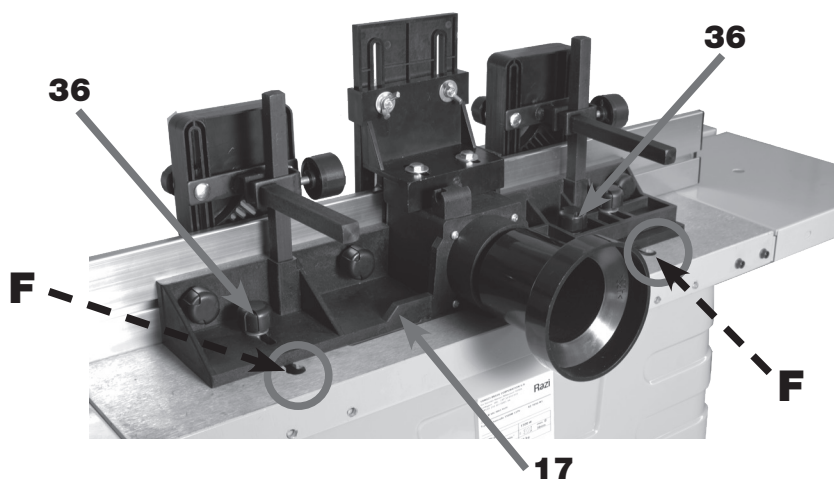

FIGURA 30 - Montagem do Conjunto da Guia na Mesa de Trabalho
27. APERTAR os Manípulos (36) (figura 30).